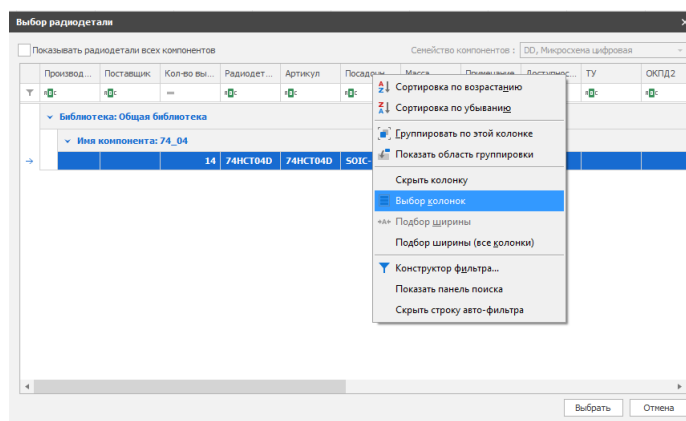

Рис. 94 Выбор восстанавливаемой колонки
3. Для восстановления удаленных столбцов таблицы навести курсор мыши на область любого заголовка существующего столбца и из контекстного меню выбрать пункт «Выбор колонок», см. Рис. 94.